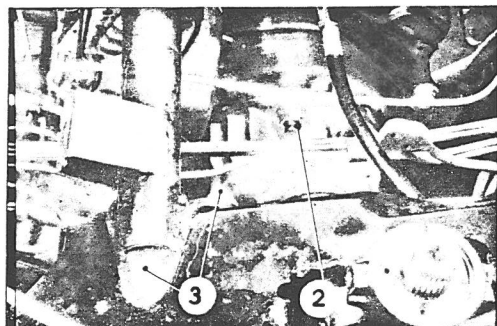

Fig. 19.
15. Møtrikken (2) fig. 19 og boltene (3) til befæstigelse af forbro til vanger fjernes. Pas på evt. skiver mellem forbro og vanger.